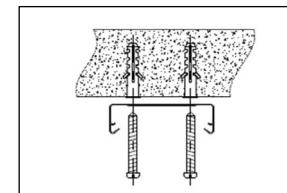

Рис. 1
- Нанесите и просверлите по два отверстия для каждой монтажной скобы на поверхности стены или потолка по месту установки в соответствии с перфорацией монтажной скобы (рис. 1).